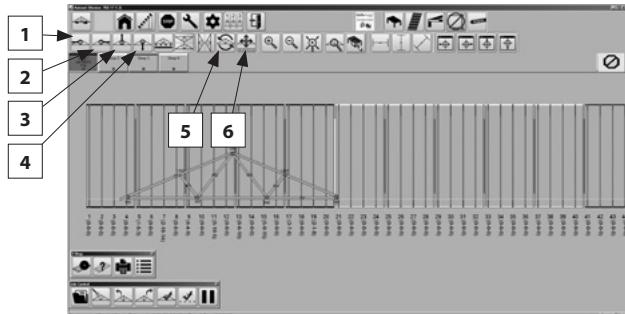
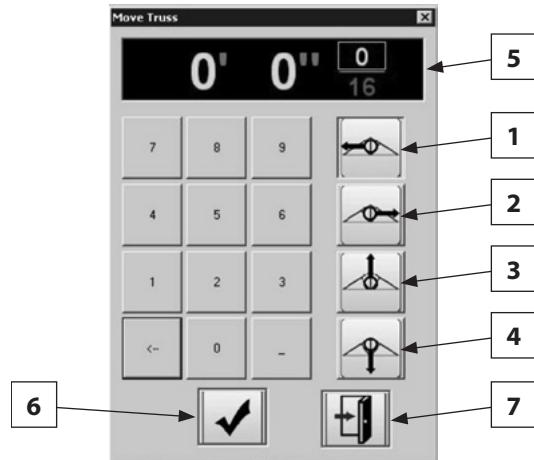

Figure 33
Figure 38
Lorsqu'un treillis est choisi dans l'écran de sélection des treillis, le logiciel passera à l'écran de configuration du treillis (écran principal avec les treillis chargés) (figure 33).
Pour repositionner le treillis, utilisez les boutons ci-dessous qui se retrouvent sur l'écran principal (figure 33)
1. Cliquer sur l'icône de rotation du treillis dans le menu de configuration de treillis (Figure 33)
Si le rapprochement par à coups du treillis ne résout pas l'erreur de configuration, cliquer sur le bouton Déplacer le treillis (Figure 33) pour ouvrir l'écran de déplacement du treillis (figure 38).
Pour déplacer un treillis vers un endroit exact en utilisant l'écran de déplacement du treillis suivre les étapes ci-dessous se référant à la figure 38 :